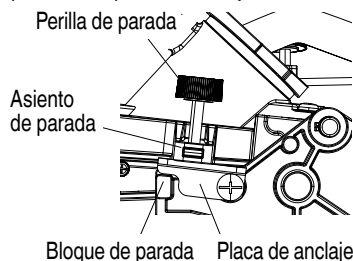

Fig. 24-b
15. Ajuste de la profundidad de corte (Fig. 24-b)